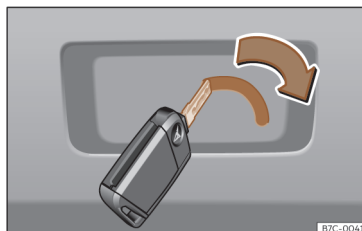

Fig. 59 Pormenor da bagageira: destrancagem de emergência.
- Introduza o palhetão da chave na ranhura e desloque a chave no sentido da seta até que a fechadura desbloqueie >>> **Fig. 59**.